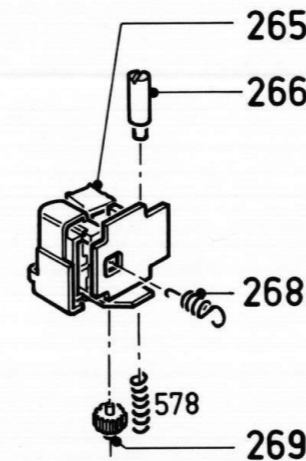
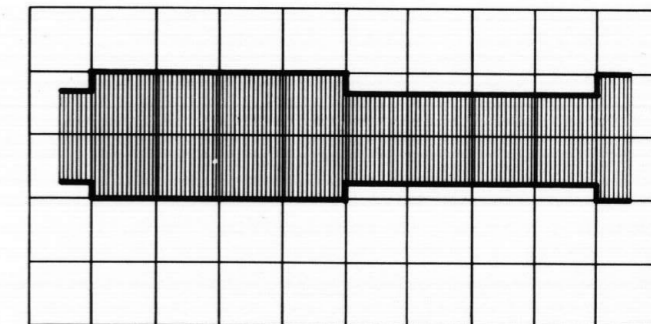

Fig. 2-15 33319A19
Fig. 2-22
- Mutter 266 (siehe Abb. 2.15) derart justieren, dass die 25 Hz Modulation des Signals restlos beseitigt ist (siehe Abb. 2.22).
- Adjust nut 266 (see fig. 2-15) so that the 25 Hz modulation on the signal fully disappears (see fig. 2.22).